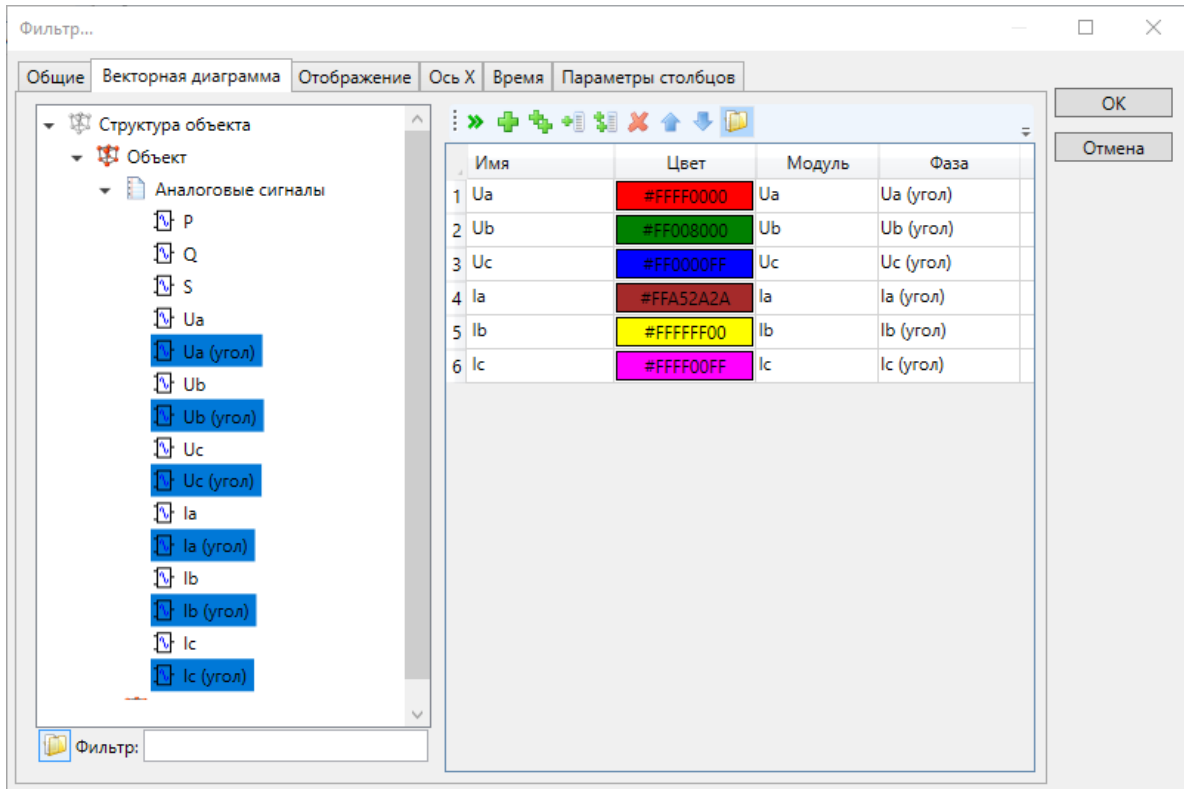

Рисунок 367 – Фильтр трендов. Векторная диаграмма
– **Векторная диаграмма** (рисунок 367). В разделе определяется состав сигналов модулей и фаз векторов векторной диаграммы. Перечень и параметры векторов векторной диаграммы редактируются средствами группового редактора. Создание векторов на основе отмеченных сигналов структуры объекта выполняется командой **»**. При создании вектора наименование вектора устанавливается в соответствии с наименованием сигнала структуры объекта, цвет устанавливается автоматически, значение сигнала принимается соответствующим модулю вектора. Сигнал фазы вектора задается перемещением требуемого сигнала структуры объекта в поле **Фаза** строки требуемого вектора. Цвет вектора выбирается из набора цветов базовых цветов, палитры либо определяется произвольно по щелчку мыши по полю цвета;